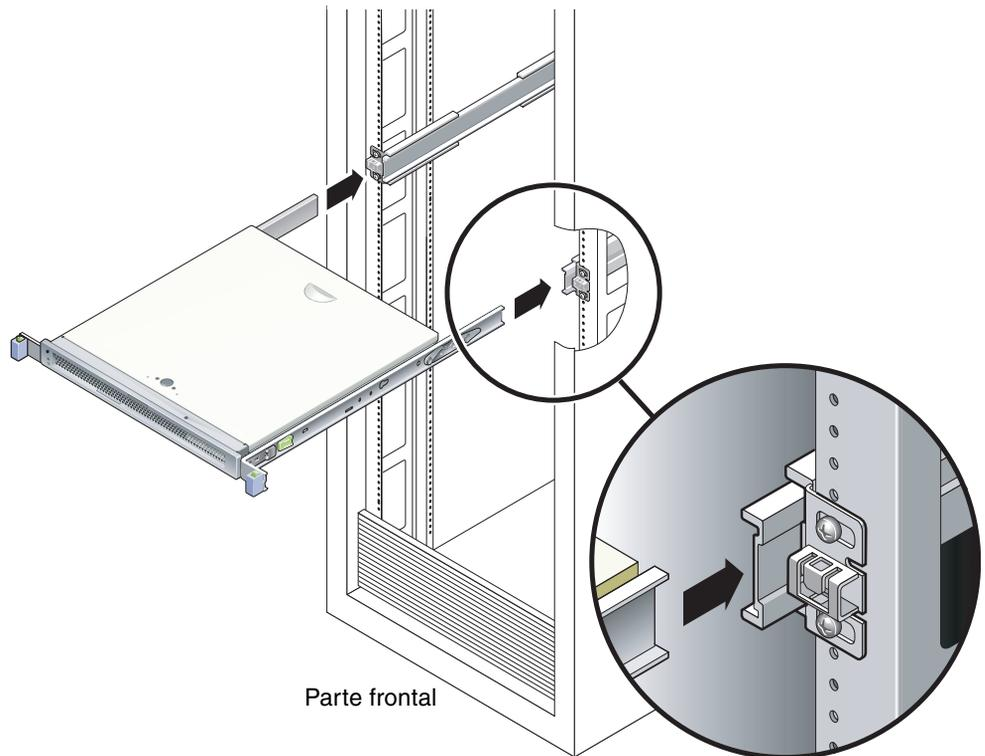

FIGURA 2-8 Montaje del chasis en las guías
2. Levante el servidor e introduzca los extremos de los soportes de montaje en las guías telescópicas izquierda y derecha (FIGURA 2-8).